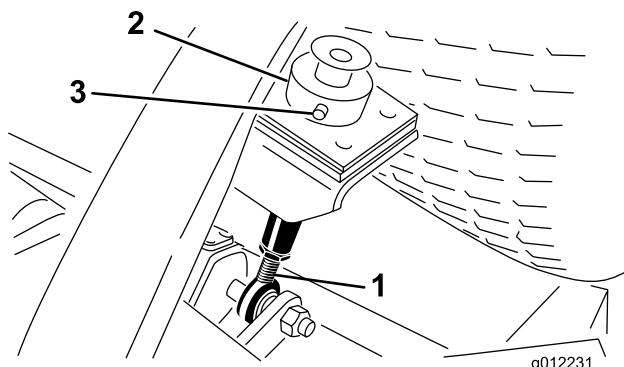
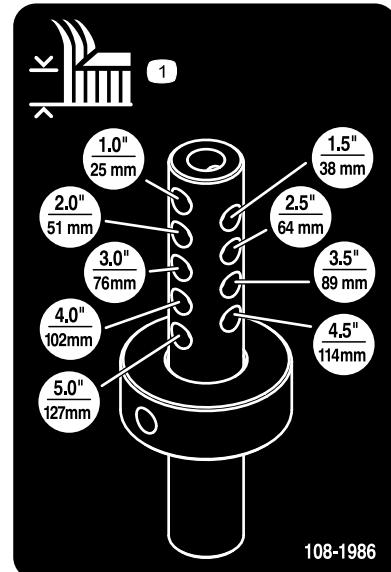

Figura 8
Figura 9
- Retire o contrapino tipo grampo e pino de segurança que fixam o anel da altura de corte à barra de altura de corte na parte posterior da unidade de corte (Figura 8).
- Alinhe o anel de altura de corte nos orifícios de altura de corte desejados na vareta da altura de corte (Figura 8 e Figura 9).